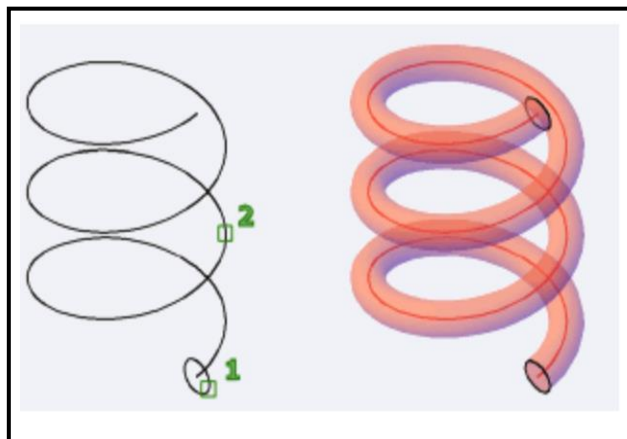

Рис. 22
8. Створити твердотільний об'єкт за допомогою команди SWEEP (рис. 22).